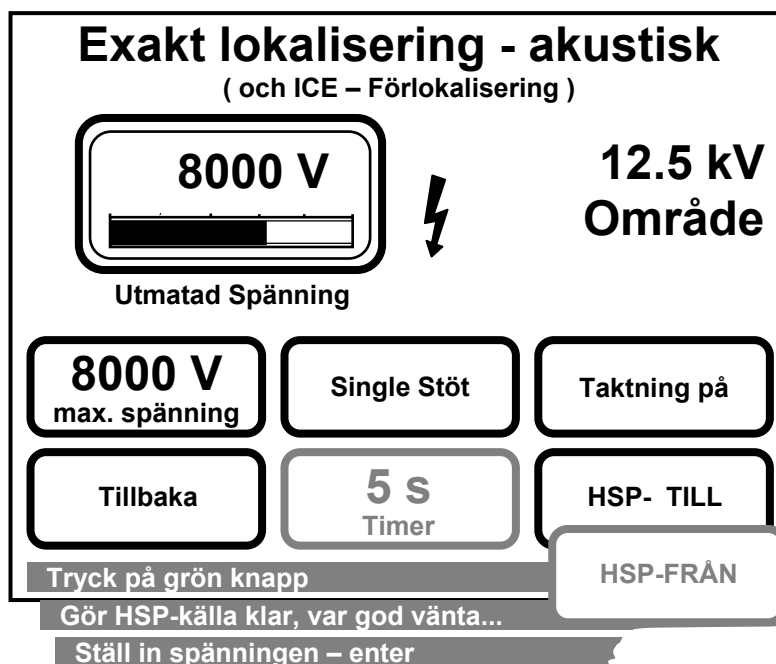

Fig. 13: Meny ICE (impulse current / surge pulse method)
3. Efter inställning av önskat spännings område kommer ovanstående meny visas (Fig. 13: Meny ICE (impulse current / surge pulse method)).